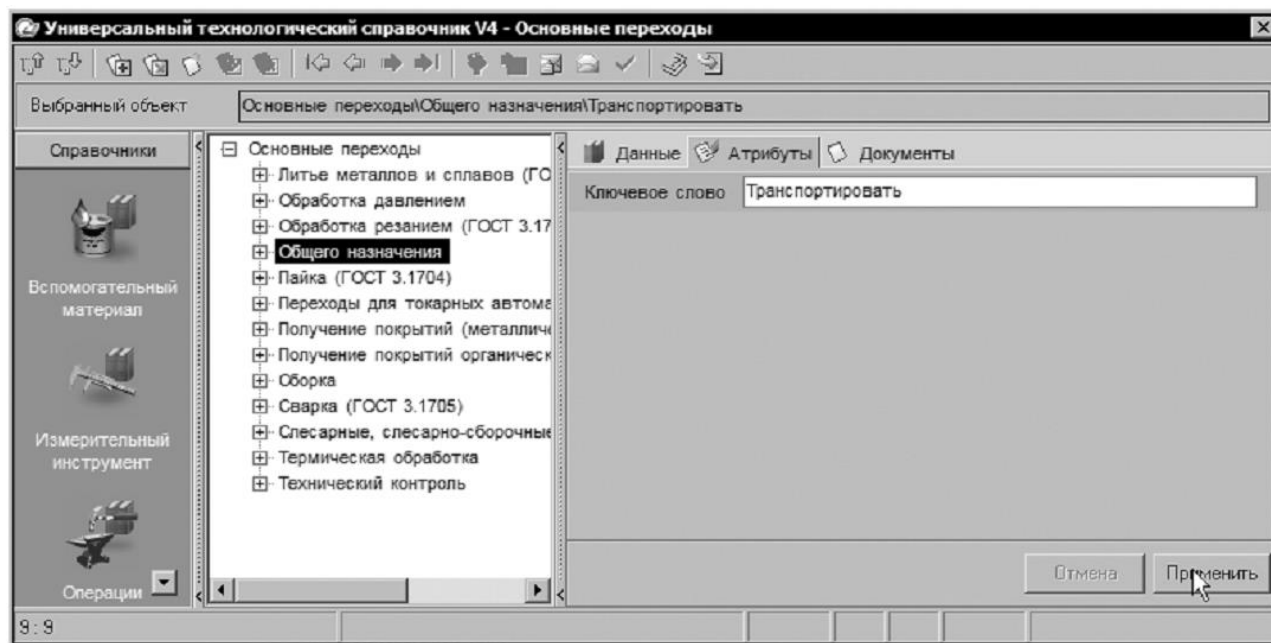

Рисунок 1.
13. В открывшейся вкладке Атрибуты в ячейке Ключевое слово, наберите с клавиатуры «Транспортировать» и нажмите кнопку Применить внизу справа (рис. 1).